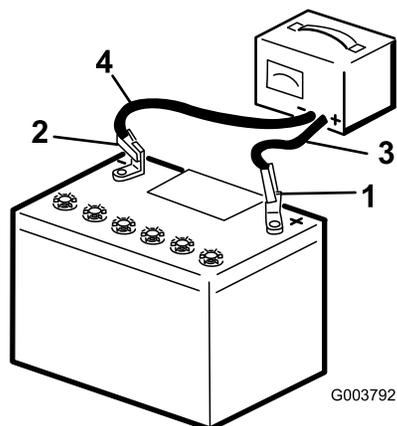

図 60
3. バッテリーのプラス端子にプラスケーブルを接続する 図 60。
4. バッテリーのマイナス端子にマイナスケーブルを接続する 図 60。
6. 充電が終わったら、充電器のプラグをコンセントから抜いてから、充電用のリード線をバッテリー端子から外す 図 60。